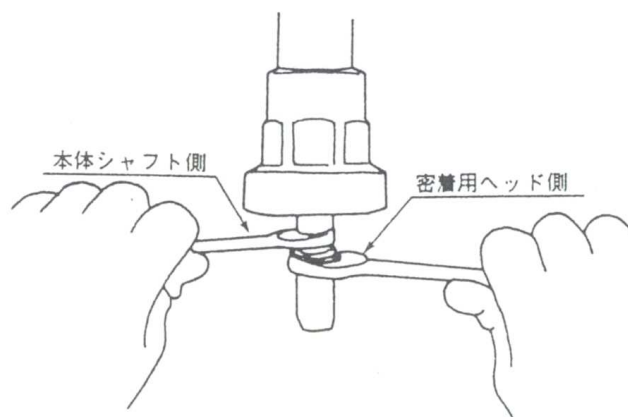
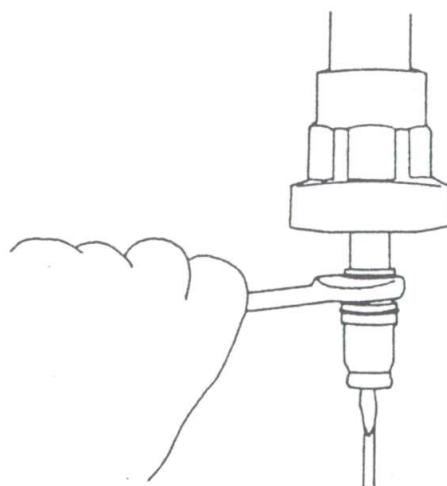

図3
図4
- ③密着コアが変形していないことを確認する。
- ①密着用ヘッドを本体のシャフトにねじ込み、図3のようにしっかり締め付ける。
- ②密着用ヘッドに密着コアを差し込む。
- ③密着用ヘッドに密着用ビスを手でねじ込んだ後、片口スパナで密着用ヘッドを押さえ、密着用ビスの溝にマイナスドライバーをかけ、締め付ける。（図4）
- ④密着コアを手で回し、スムーズに回転することを確認する。
- ⑤ヘッドとコアの間に異物が入っていないか確認する。